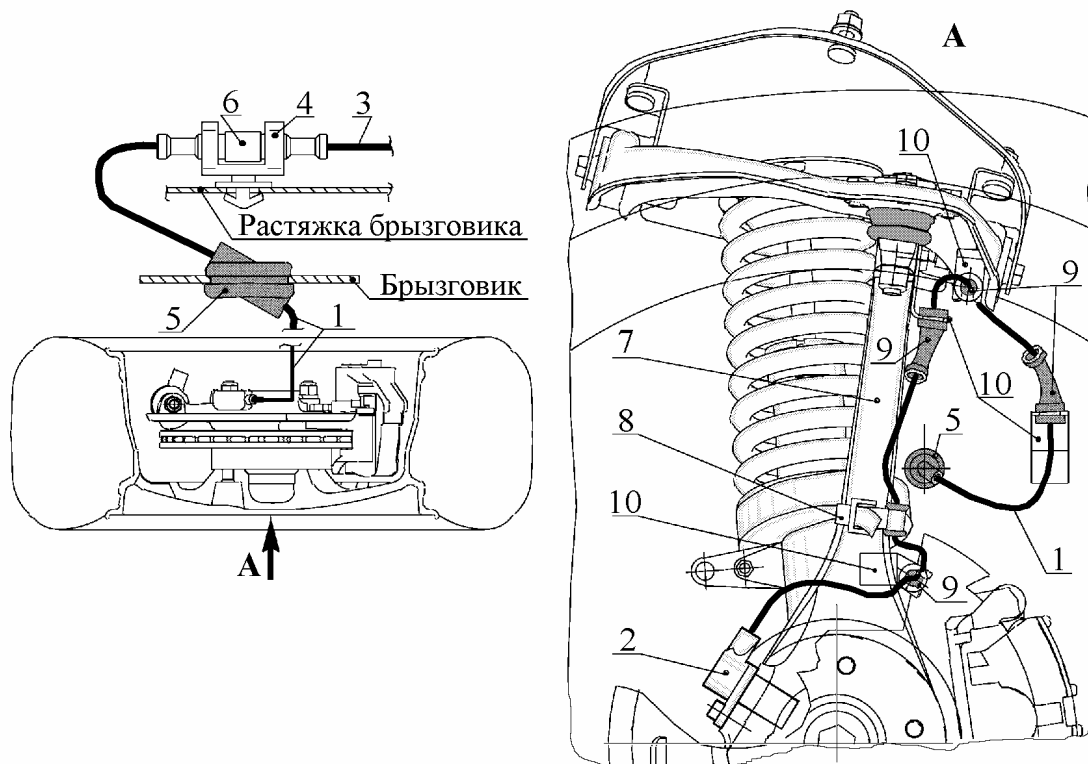

Рис. 13. Подсоединение провода датчика АБС левого (правого) переднего колеса:
5.6. Подсоединить два провода 1 (рис. 13) датчиков 2 АБС левого и правого передних колес к клеммным колодкам 6 в последовательности, обратной отсоединению (см. пп. 4.5, 4.6), при этом руководствоваться следующими техническими требованиями: